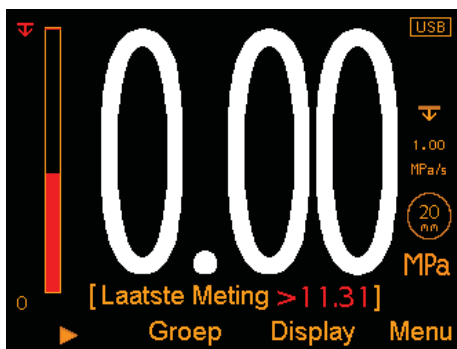

Fig. 1: Metingen
- **Metingen (Fig. 1);** de laatste meting wordt weergegeven onder de huidige drukmeting en wordt pas bijgewerkt als de huidige meting is opgeslagen.